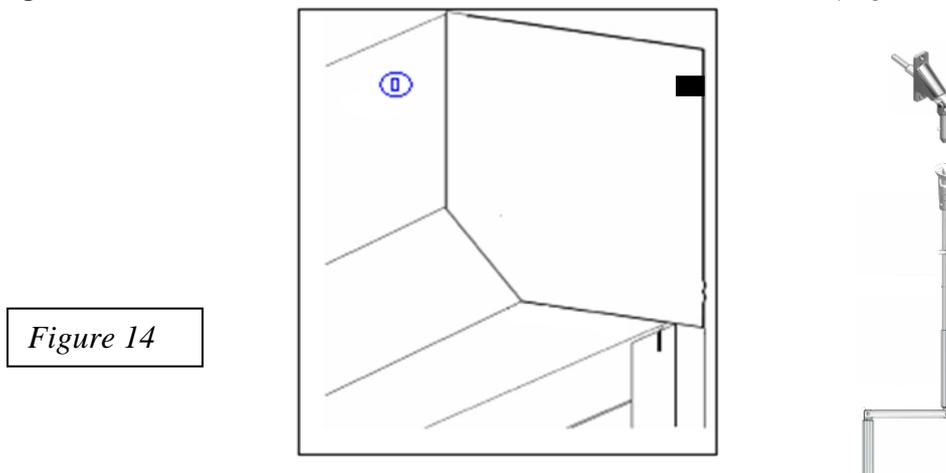

Figure 14
- Vous disposez d'une sortie de secours avec cardan double à baïonnette (*Figure 14*)